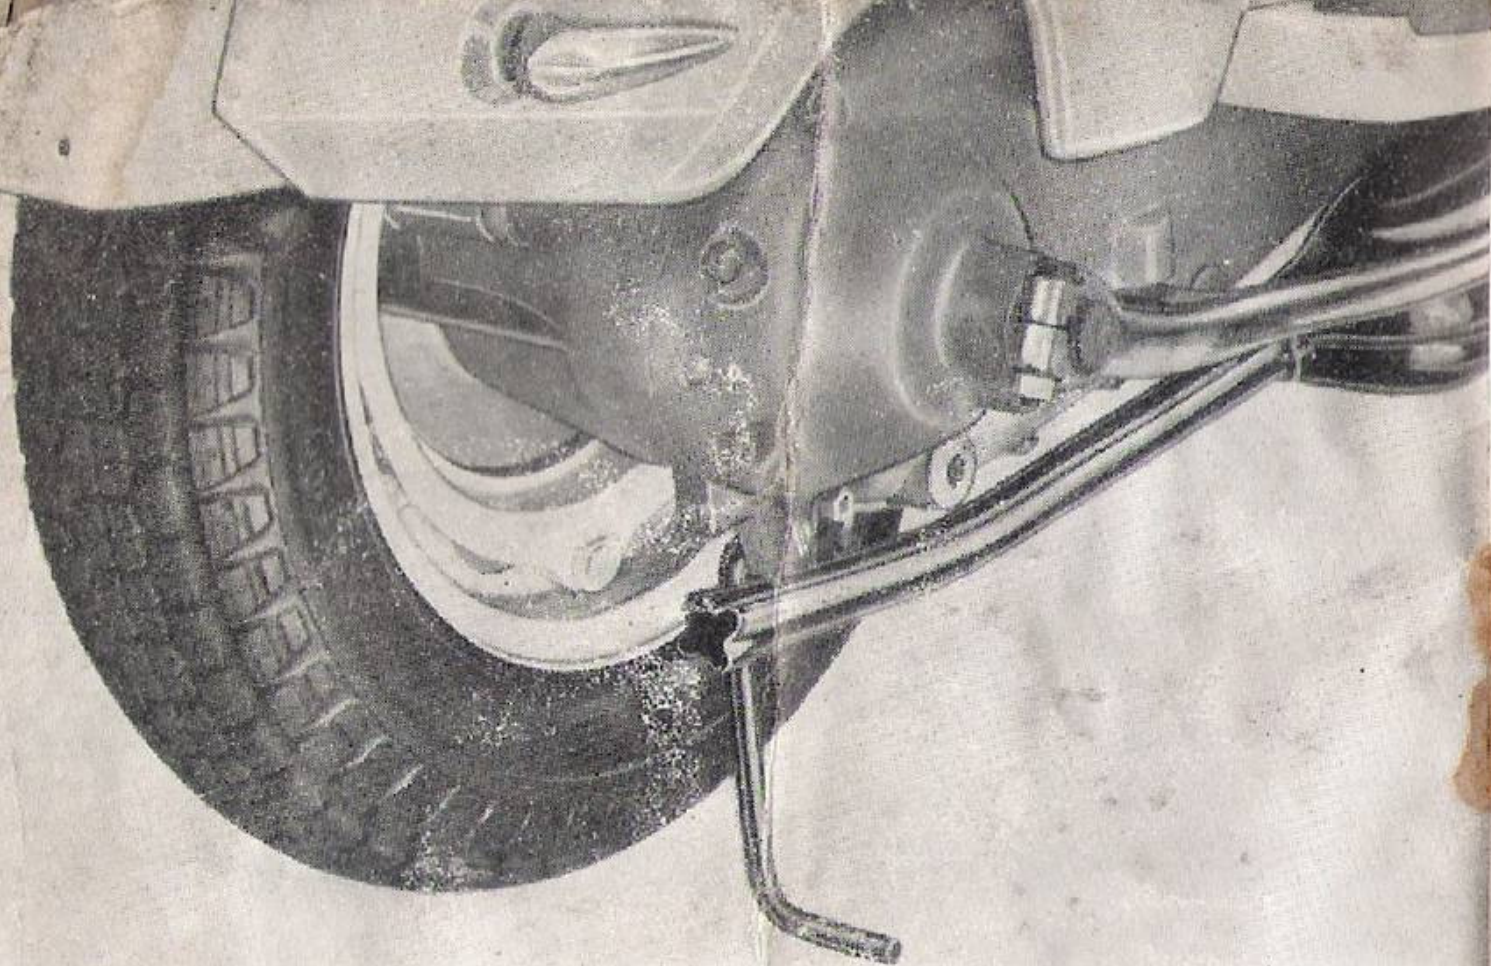

Fig. 8
- applicate il puntone, che troverete fra gli attrezzi di dotazione, al carter motore in modo da sollevare la ruota da terra (v. fig. 8)